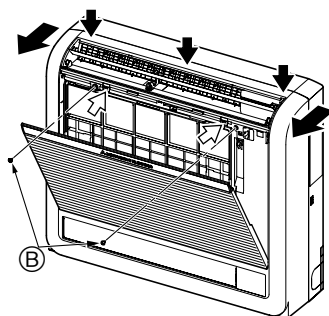

Fig. 3-3
- 1) Premere le 2 posizioni indicate dalle frecce ➡ e aprire la griglia anteriore. (Fig. 3-3)